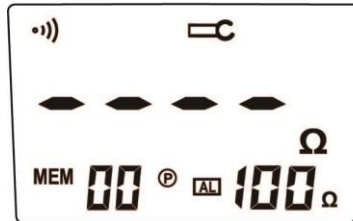
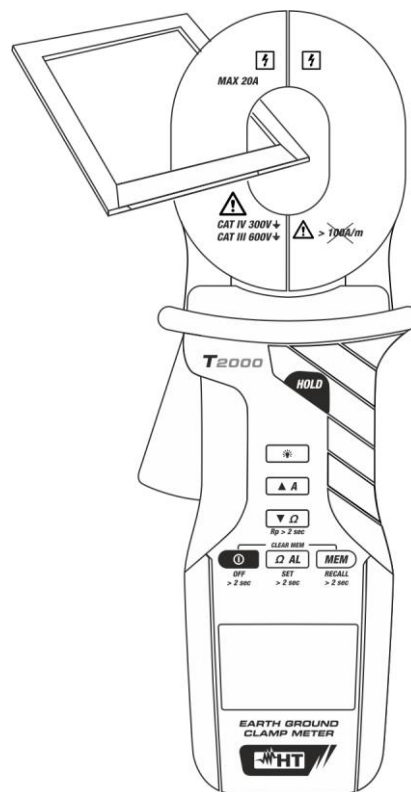

Abb. 7
Abb. 8: Widerstandsmessung der Testschleife
3. Öffnen Sie die Zangenbacken sanft (im Display erscheint die Bildschirmseite in der Abb. 7) und umklammern Sie die mitgelieferte Testschleife (siehe Abb. 8).
3. Öffnen Sie die Zangenbacken sanft (im Display erscheint die Bildschirmseite in der Abb. 7), umklammern Sie den zu messenden Erder und lesen Sie das Ergebnis auf dem Display ab.